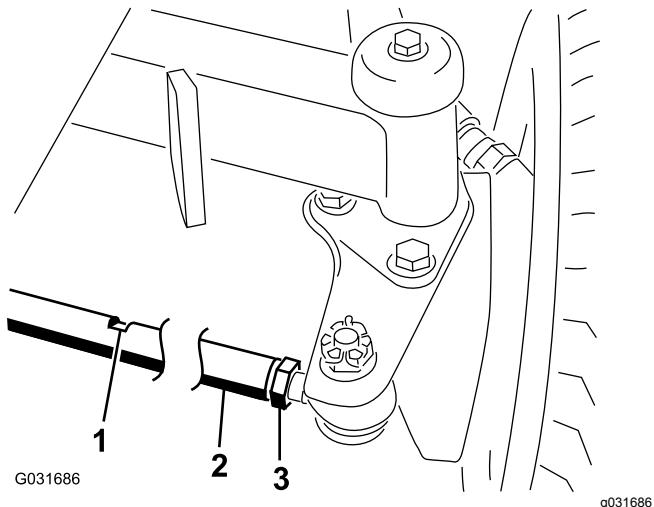

図 46
- 各タイロッド図46の端についているジャムナットをゆるめる。